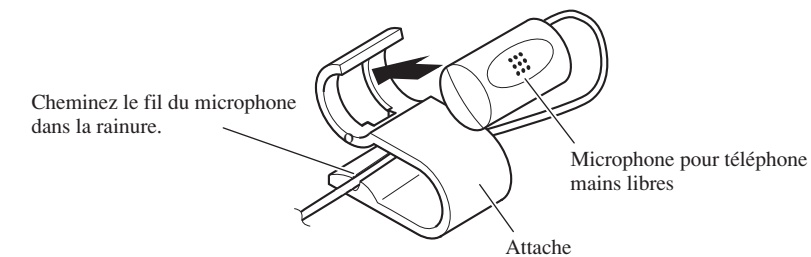

Fig. 14
1. Fixez le microphone sur l'attache fournie. (Fig. 14)